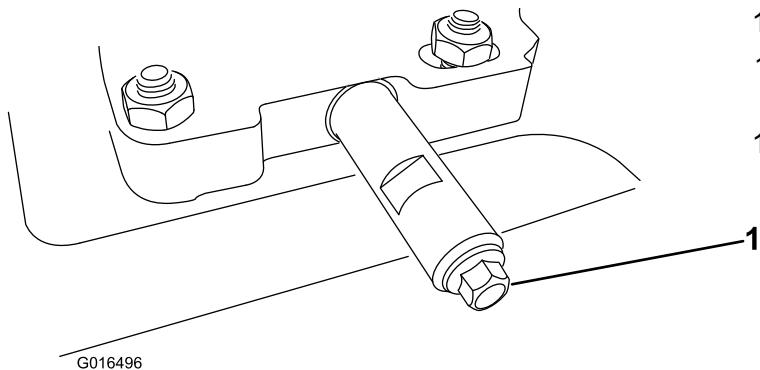

Figure 32
2. Nettoyez la surface autour du bouchon de vidange d'huile (Figure 32).